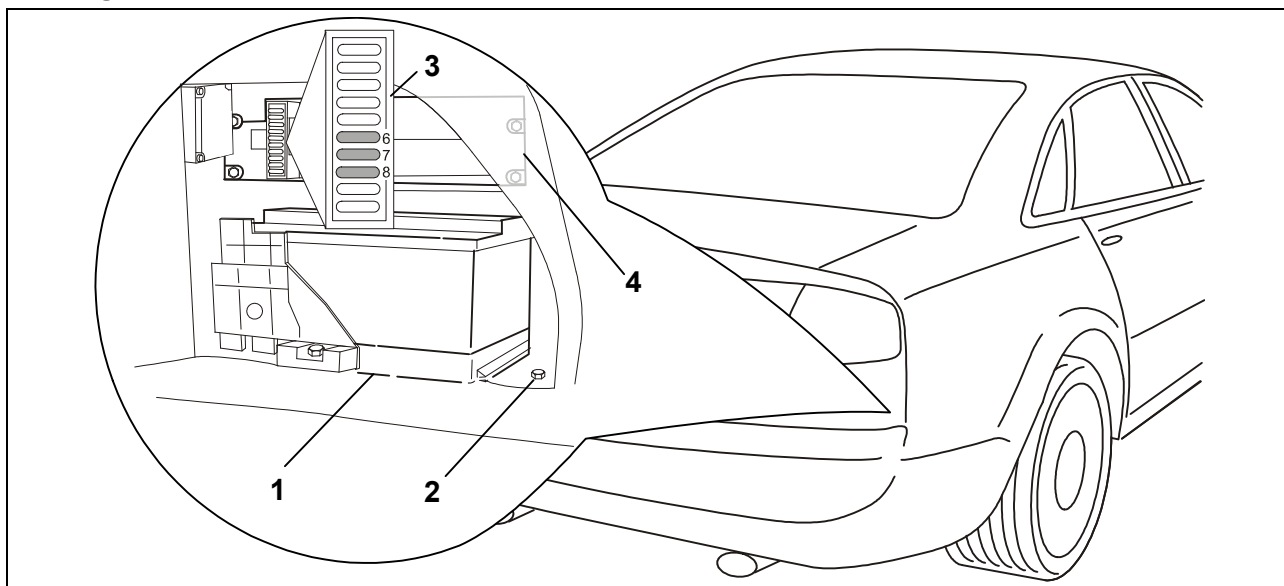

Abb. 4: Anhängermodul anschließen
12. Das Anhängermodul in der rechten Ecke des Kofferraums mit zwei Befestigungsschrauben (M5x10) unterhalb des Batteriehalterblech (Abb. 4/1) befestigen.
15. Die braunen und braun/weiße Leitung mit den Ringösen am fahrzeugseitigen Massepunkt (Abb. 4/2) anschließen.
16. Auf der Rückseite der Sicherungsleiste (Abb. 4/3) die pinkfarbige Verriegelung lösen.
- die rote, rot/schwarze und rot/blau Leitung am Steckplatz 6, 7 und 8 (bei 10-pol.), am Steckplatz 10, 11 und 12 bei 12-pol. Sicherungsleiste (Abb. 4/3) anschließen.
- die rote, rot/schwarze und rot/blau Leitung am Steckplatz 6, 7 und 8 der Sicherungsleiste (Abb. 4/3) anschließen. Ringöse an Batterie-Plus anschließen.
17. Die Sicherungsleiste (Abb. 4/3) verriegeln.
18. Den Geräteträger (Abb. 4/4) mit den vier Befestigungsschrauben wieder anbringen.
25. Die beiliegenden Sicherungen in die freien Steckplätze 6, 7 und 8 der Sicherungsleiste (Abb. 4/3) einsetzen.